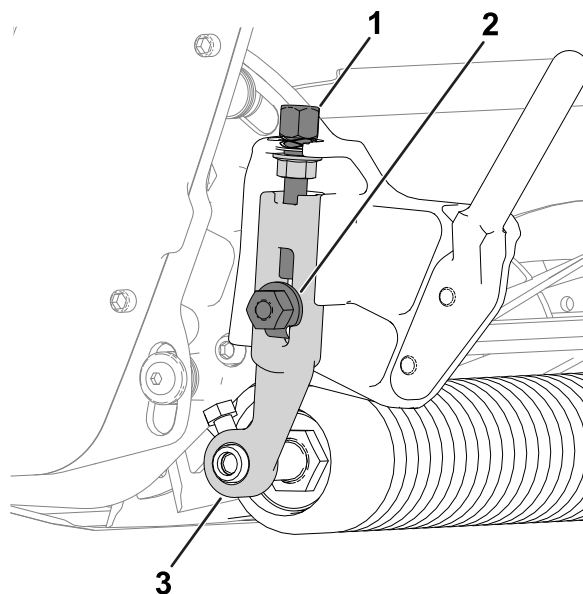

図 12
1. 刈り高アームをカッティングユニットのサイドプレートに固定しているロックナットをゆるめる **図 12**。